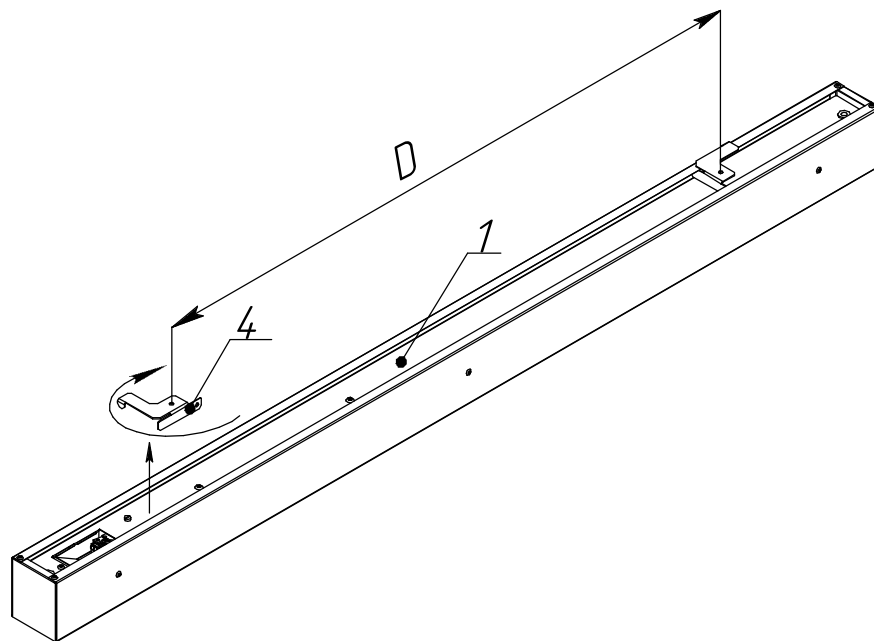

Рисунок 2 - Схема установки светильника серии ДПО07
5.4 **Установка светильника на потолок (см. рисунок 2):**